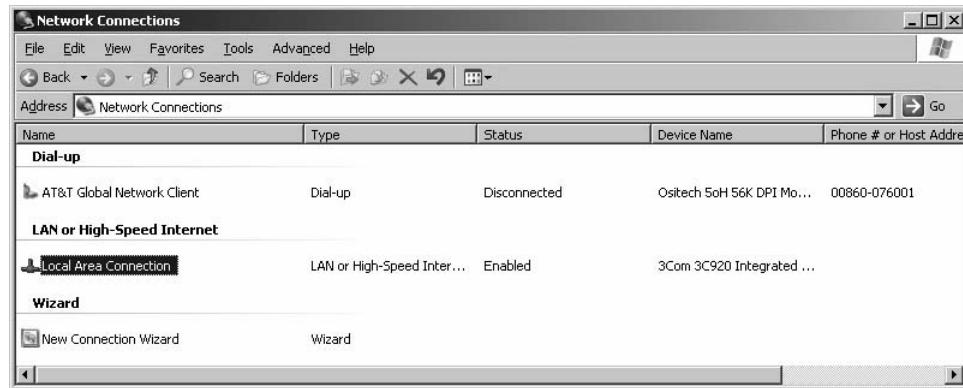

Abbildung 11: My Network Places (*Meine Netzwerkumgebung*)
1. Klicken Sie mit der rechten Maustaste auf das Symbol **My Network Places** (*Meine Netzwerkumgebung*) und wählen Sie **Properties** (*Eigenschaften*), oder öffnen Sie im **Start**-Menü die Option **Control Panel** (*Systemsteuerung*) und wählen Sie **Network Connections** (*Netzwerkverbindungen*), um das Netzwerkverbindungsfenster zu öffnen (Abbildung 11).